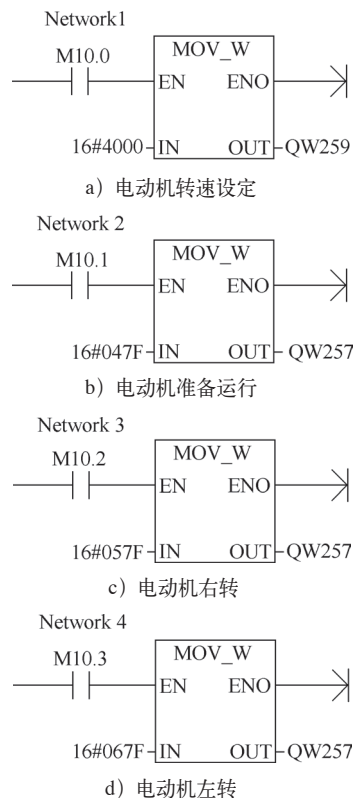

图2 MM440变频器的控制程序
(3) S7程序中控制MM440变频器 首先在S7的变量表中，预设定频率设定值：QW259为W#16#4000，即砂轮片修整器电动机的频率为50Hz（对应电动机的额定转速），再将控制字QW257预设定为W#16#047F，即电动机准备运行；预设定为W#16#067F，即电动机左转运行；预设定为W#16#057F，即电动机右转运行。可以对照表2控制字QW257的地址的数据位设定砂轮片修整器电动机的控制状态，其控制程序如图2所示。